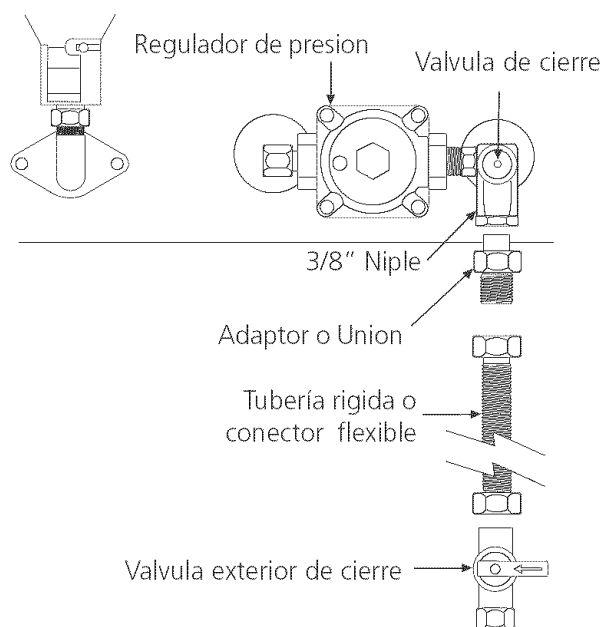

Figura 9
A. Modelo con 1 1/2 cavidades (vea figura 9)